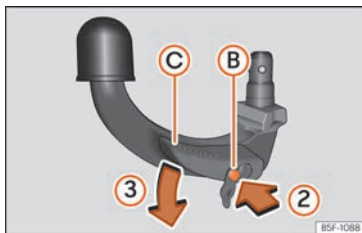

Fig. 265 Étape 2 :
- Appuyez sur la broche de déverrouillage (B) dans le sens de la flèche ② et appuyez simultanément sur le levier (C) dans le sens de la flèche ③ jusqu'à la butée » fig. 265.